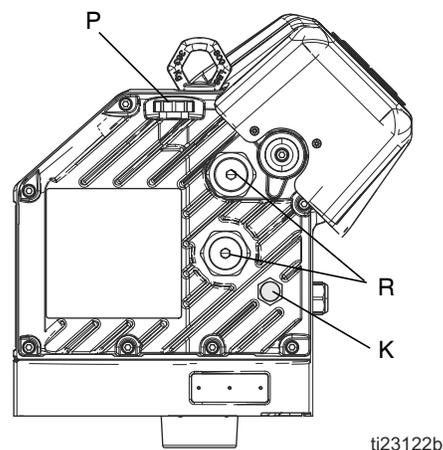

FIG. 9: Mirilla y tapón de llenado de aceite
3. Abra el tapón de llenado (P) y vierta el aceite sintético sin silicona para engranajes EP Graco n.º ref. 16W645 ISO 220. Compruebe el nivel de aceite en la mirilla de cristal (K). (Consulte la FIG. 9). Rellene hasta que el nivel de aceite esté cerca de la mitad de la mirilla. La capacidad de aceite es de aproximadamente 0,9 - 1,1 litros (1,0 - 1,2 cuartos de galón). **No lo llene en exceso.**
4. Vuelva a poner el tapón de llenado del aceite (P).
Compruebe el nivel de aceite en la mirilla de cristal (K). (Consulte la FIG. 9). El nivel de aceite debe estar cerca de la mitad de la mirilla cuando el pulverizador no está funcionando. Si el nivel de aceite está bajo, abra el tapón de llenado (P) y vierta aceite sintético para engranajes EP sin silicona Graco n.º ref. 16W645 ISO 220. Consulte FIG. 9.
Consulte FIG. 9. La precarga de cojinetes (R) viene configurada de fábrica; el usuario no la puede ajustar. No ajuste las precargas de los cojinetes.